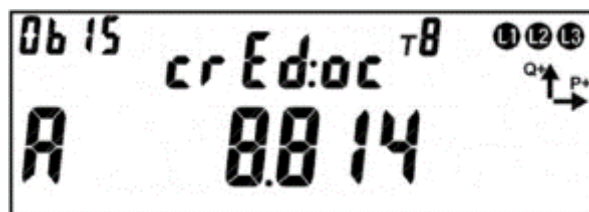

Рисунок 158 – Остаток кредита на оплату потребления энергии.
- состояние счета потребителя (см. рисунок 158): **8.814 к** - на счете потребителя 8